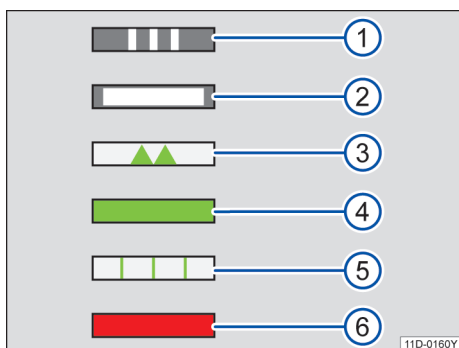

图 120 充电状态指示灯
→图 120①闪烁：车辆建立与充电基础设施的通信，充电处于初始化阶段。
→图 120②灯持续亮起：照明功能，具体说明如下。
→图 120③间歇性亮起：高压电池正在充电。
→图 120④灯持续亮起：成功完成充电过程。
→图 120⑤闪烁：激活定时充电且未开始充电过程。
→图 120⑥灯持续亮起：充电系统有故障。